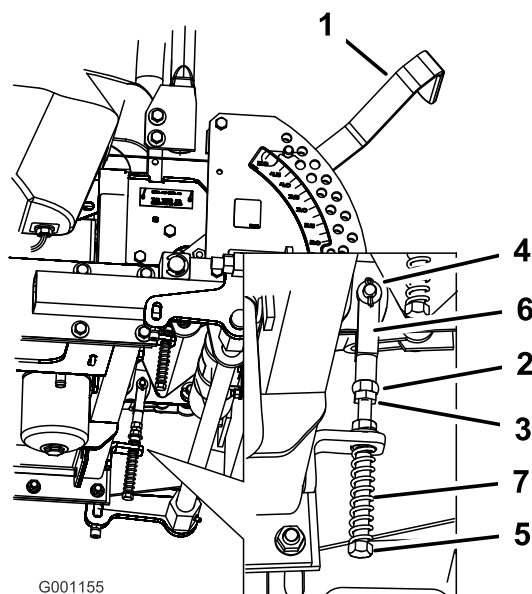

Figura 94
8. Si es necesario un ajuste, afloje la tuerca y la contratuerca contra la horquilla (Figura 94).
9. Aplique una ligera presión hacia atrás en la palanca de control de movimiento, y gire la cabeza del perno de ajuste en el sentido apropiado hasta que la palanca de control quede centrada en posición de BLOQUEO/PUNTO MUERTO (Figura 94).
10. Apriete la tuerca y la contratuerca (Figura 94).